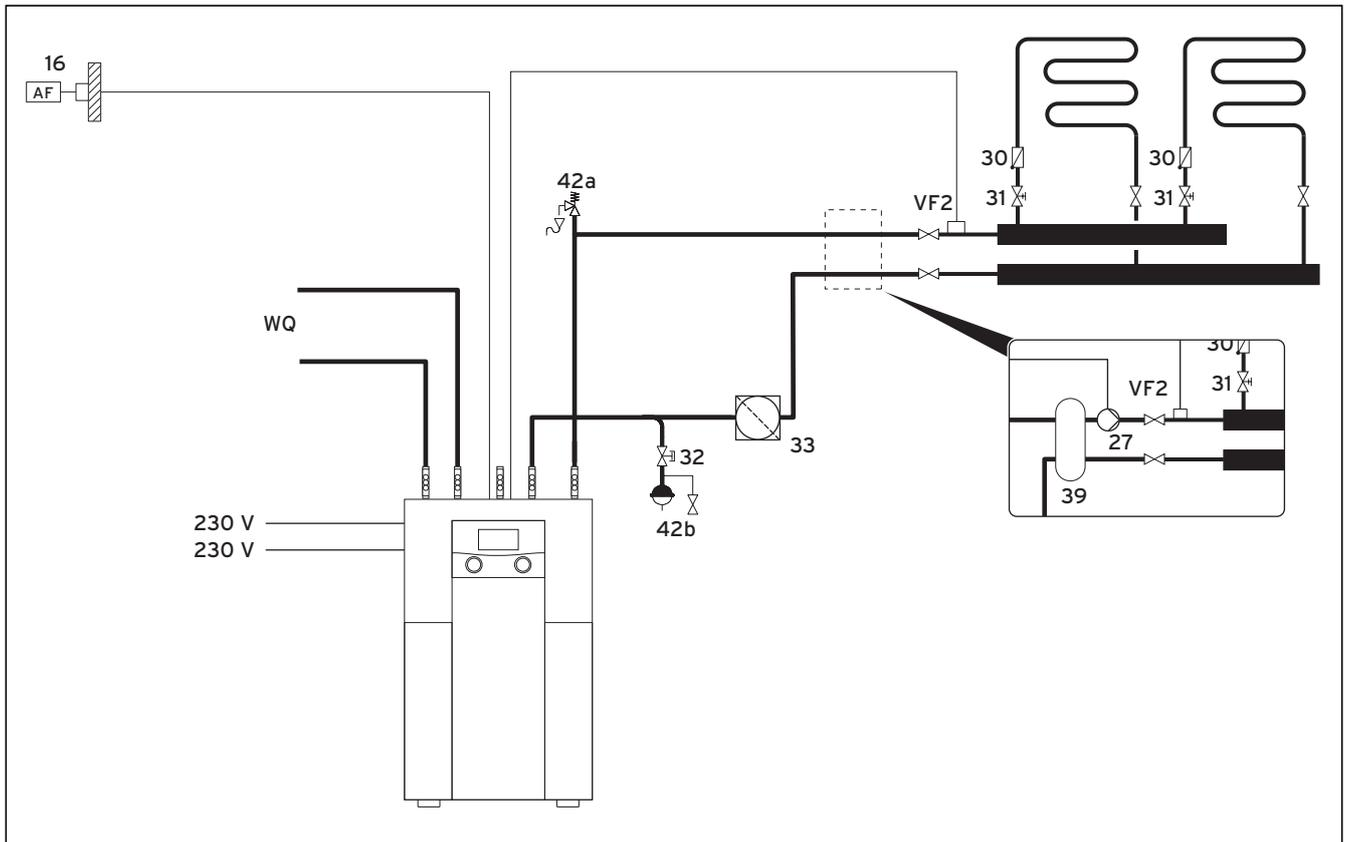

Fig. 6.9 Esquema hidráulico 1
#### Leyenda de la fig. 6.9
**Si fuera necesario un desacoplamiento hidráulico del circuito de calefacción, entonces instale un depósito de inercia y una bomba externa del circuito de calefacción tal como muestra la fig. 6.9.**
El sistema de Vaillant está estructurado de tal manera, que usted podrá llevar el eBUS de componente a componente (véase fig. 6.9). Un intercambio de los cables no producirá interferencias en la comunicación.